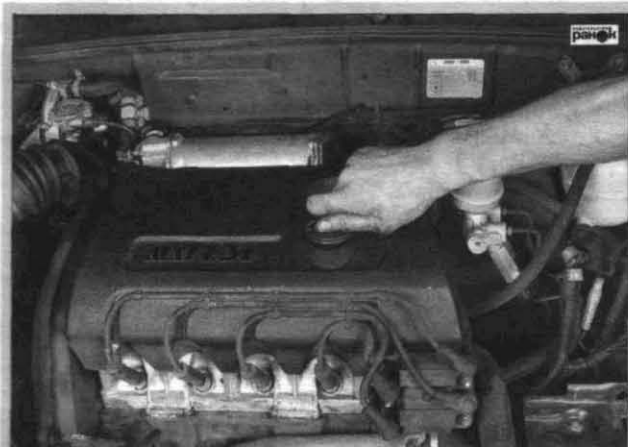

Рис. 1.37. Снятие декоративной крышки двигателя
- снять декоративную крышку двигателя (рис. 1.37);
- снять декоративную крышку двигателя (см. Проверка и регулировка ремня ГРМ, рис. 1.37);